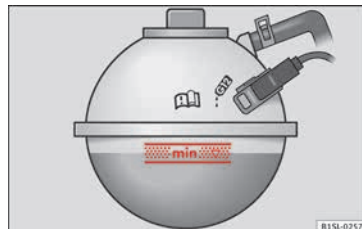

Abb. 169 Im Motorraum: Markierung an dem Motor Kühlmittelausgleichsbehälter.
- Motorkühlmittelstand bei kaltem Motor an der seitlichen Markierung des Ausgleichsbehälters prüfen » » Abb. 169.
- Der Motorkühlmittelstand muss sich innerhalb der Markierungen des Ausgleichsbehälters befinden » » **Abb. 169. Nicht über die Oberkante des markierten Bereichs auffüllen** » » Ⓛ.
- Motorkühlmittel nur bis zur Oberkante des markierten Bereichs auffüllen » Abb. 169. Überschüssiges Motorkühlmittel wird sonst bei Erwärmung aus dem Motorkühlsystem gedrückt und kann zu Beschädigungen führen.